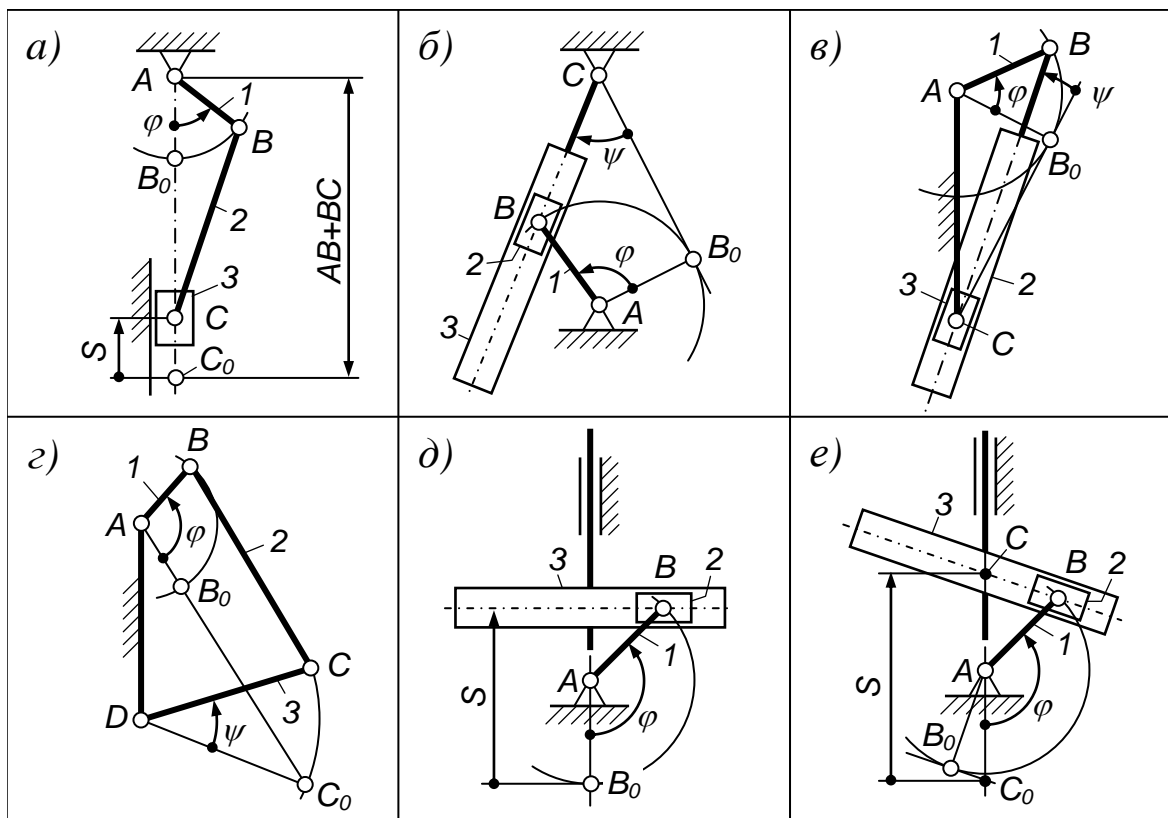

Рис. 1
Схемы механизмов, используемых в данной работе, показаны на рис. 1. Входным звеном в этих механизмах считается кривошип 1, выходным – звено 3.
3. Задаться графической длиной $\langle l_{AB} \rangle$ кривошипа и вычислить масштабный коэффициент μ_l схемы механизма. При этом исходить из масштаба 1:2 для механизмов *a)* и *г)* – рис. 1 и из масштаба 1:1 для остальных.